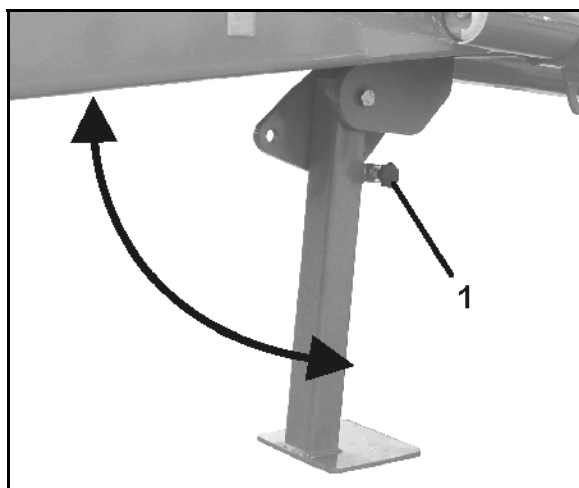

Рис. 36
1. Вытяните рукоятку в форме звёздочки (Рис. 36/1).